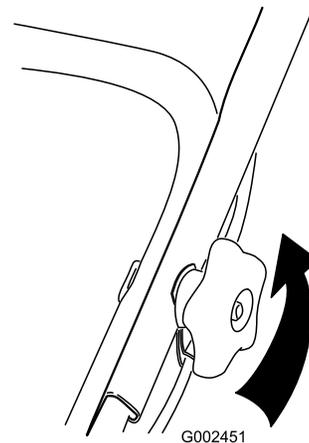

Figure 41
1. Desserrez les boutons du guidon jusqu'à ce que la moitié supérieure bouge librement (Figure 41).